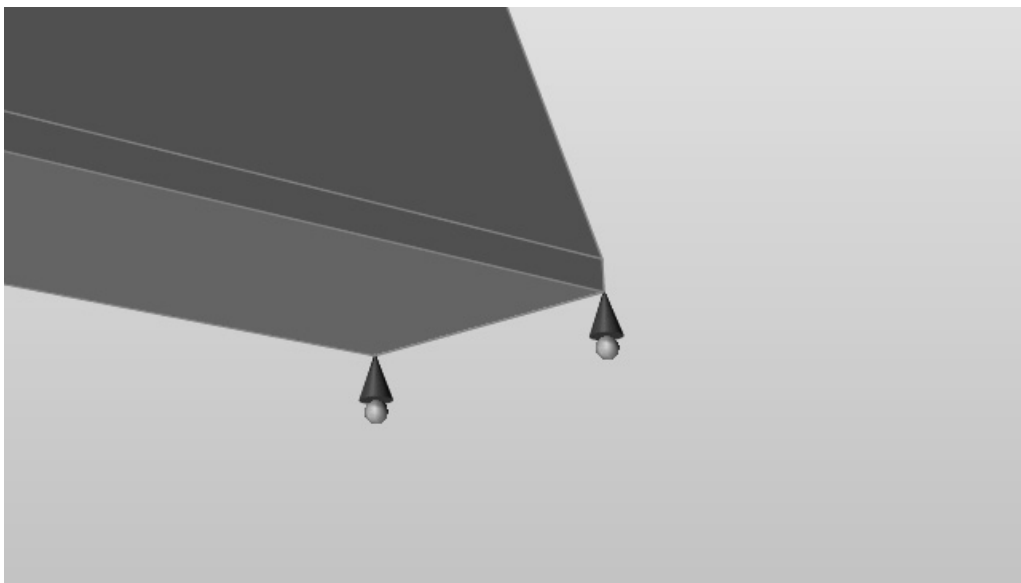

图 4-37
9) 用鼠标右键单击退出，用鼠标左键单击取消选择。红色的固定约束圆锥图标下方出现两个绿色的球，表明固定约束可在两个方向上自由移动，如图 4-37 所示。